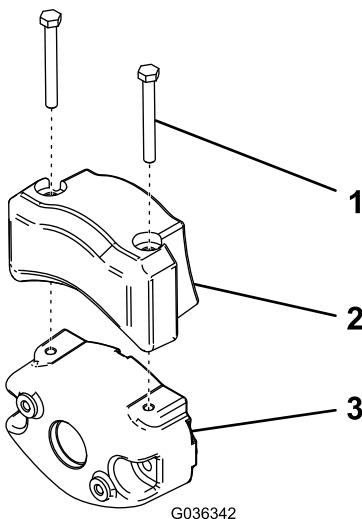

Figura 9
4. Fissate il contrappeso elettrico al contrappeso esistente con 2 viti a testa cilindrica, come illustrato nella Figura 9.